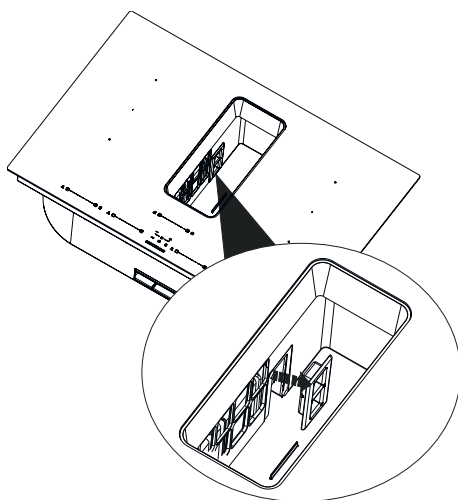

Fig. 6
2. ➔ Ta bort locket till kolfiltret (Fig. 6).